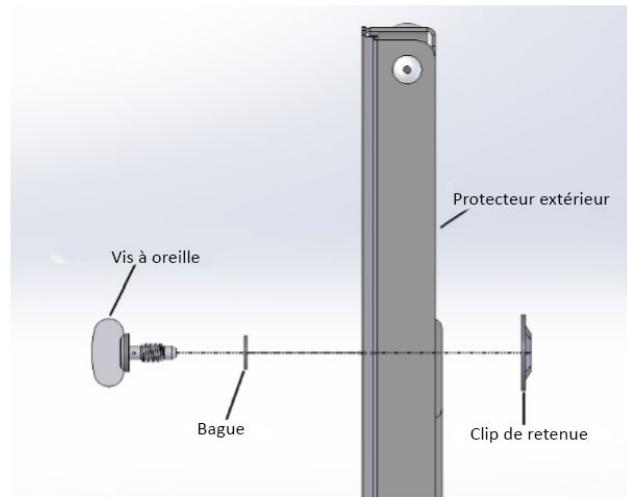

Figure 3 : Vue éclatée de la façon dont la quincaillerie de vis à oreilles doit être
- c. Insérez les vis à oreilles dans le protecteur extérieur et fixez-les en place à l'aide des clips de retenue. (Figure 3)